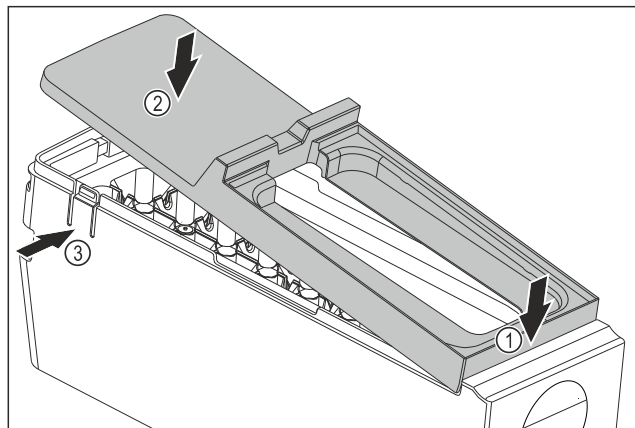

Fig. 94
- ▶ Встановіть кришку корпусу EasyTwist-Ice: Прикріпіть кришку спереду. Fig. 94 (1)
- ▶ Опустіть кришку ззаду. Fig. 94 (2)
- ▷ Кришка зі звуком фіксується в обох виступах Fig. 94 (3).